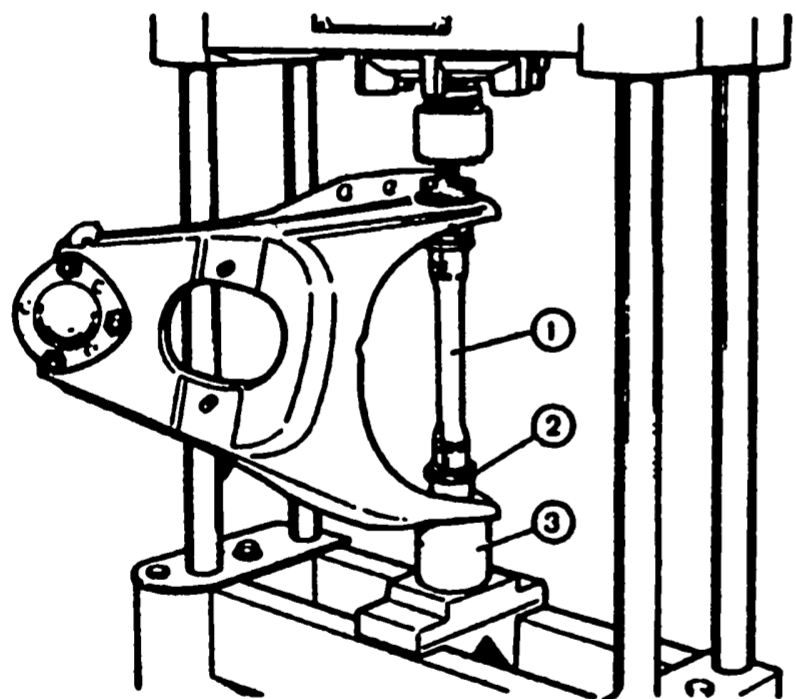

Рис. 4-17. Выпрессовка шарниров нижнего рычага: 1 - ось рычага; 2 - шарнир рычага; 3 - оправка
**Нижний рычаг** установите на оправку 3 (рис. 4-17) и пуансоном прессы нажмите на ось 1 рычага до выпрессовки шарнира 2 из отверстия. Для выпрессовки второго шарнира переверните рычаг и повторите операцию.